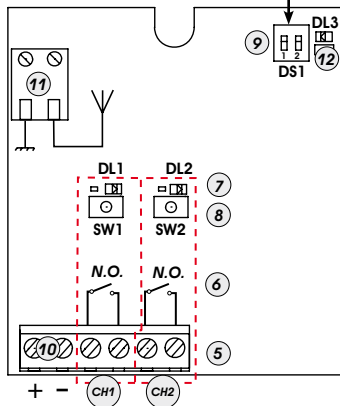

Fig.1
- 2) Druk 1 seconde op de knop van de ontvanger (Fig.1 ref. ⑧) die overeenkomst met het kanaal waarmee u de radioafstandsbediening wilt associëren.
- 3) De bijbehorende led op de ontvanger (Fig.1 ref. ⑦) begint gedurende 5 sec. langzaam te knipperen.
- 5) De led (Fig.1 ref. ⑦) op de ontvanger blijft 1 seconde branden om vervolgens te doven, waarmee wordt aangegeven dat opslag heeft plaatsgevonden.
- 4) Druk 1 seconde op de knop van de ontvanger (Fig.1 ref. ⑧) die behoort bij met het kanaal waarmee u de radioafstandsbediening wilt associëren.
- 5) De bijbehorende led op de ontvanger (Fig.1 ref. ⑦) begint gedurende 5 sec. langzaam te knipperen.
- 7) De led op de kaart (Fig.1 ref. ⑦) blijft 1 seconde lang branden om vervolgens te doven, waarmee wordt aangegeven dat opslag heeft plaatsgevonden.
- 1) Druk 1 seconde op de ontvanger op de knop (Fig.1 ref. ⑧) die hoort bij het kanaal waarmee u de afstandsbediening wilt associëren.
- 2) Op de ontvanger begint de bijbehorende led (Fig.1 ref. ⑦) gedurende 5 sec. langzaam te knipperen.